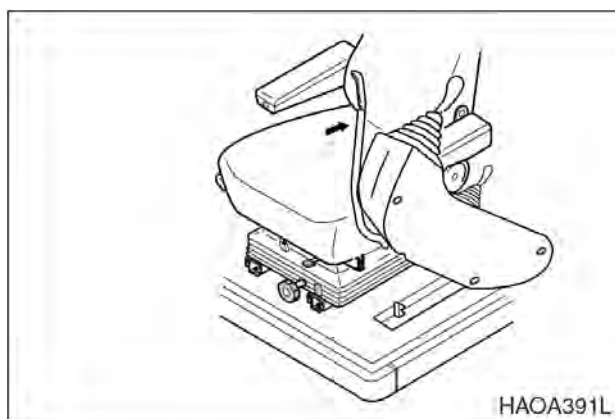

Рис. 29
1. Поднять рычаг блокировки (рис.29), чтобы можно было поднять левую консоль управления в заблокированное положение (**LOCKED**). Убедиться, что рычаг блокировки заблокирован (**LOCKED**) в верхнем (поднятом) положении. Когда рычаг блокировки находится в заблокированном положении (**LOCKED**), перемещение переднего навесного оборудования, ход и поворот функционировать не будут, даже при перемещении рычагов.